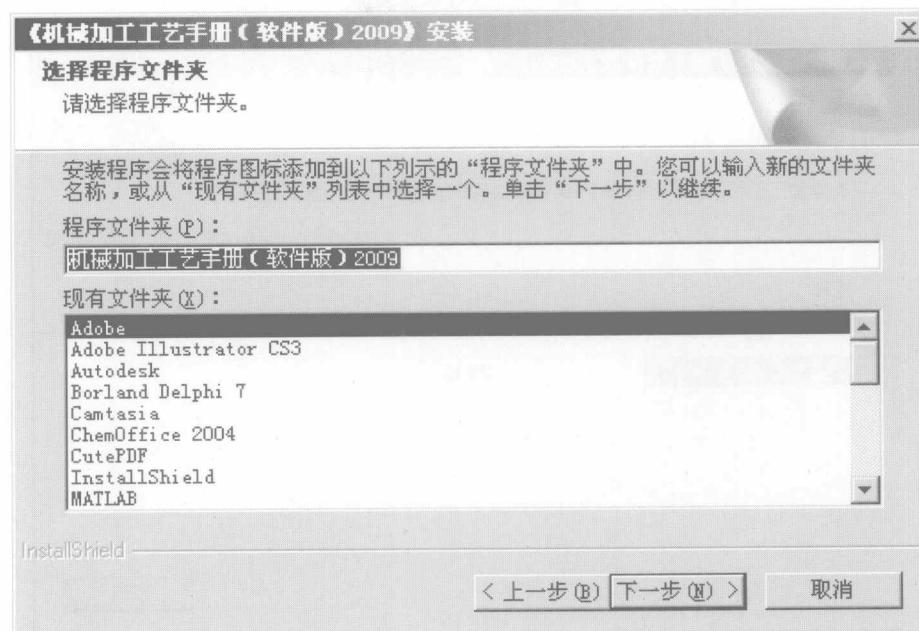

图 1-8 选择程序文件夹界面
(8) 单击“下一步”按钮，进入如图 1-8 所示的选择程序文件夹界面。您可以输入新的文件夹名，或从现有文件夹列表中选择一个。